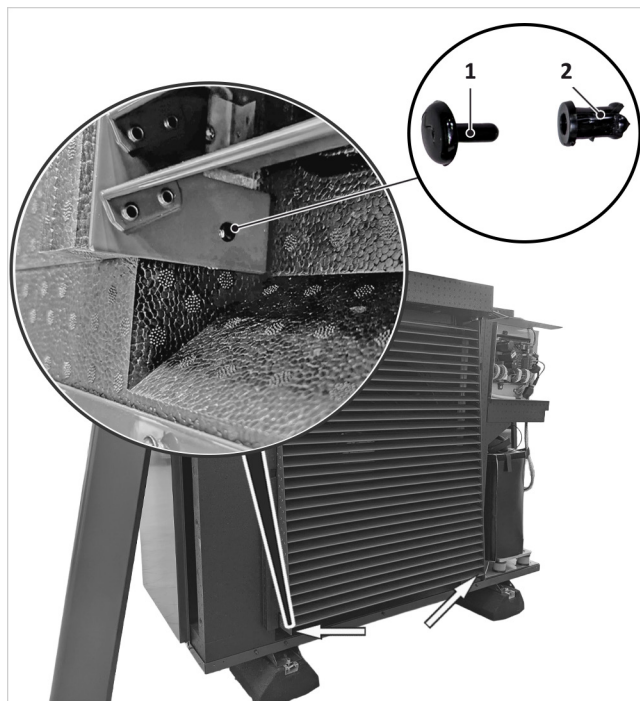

Abb. 30: Spreizniet unten am Ausblasgitter entfernen
2. Um das Ausblasgitter entfernen zu können, zunächst die Spreizniete am unteren Gitterrand entfernen. Beide Komponenten der Spreizniete entfernen (siehe → Abb. 30 (1) und (2)), ansonsten kann das Ausblasgitter nicht bewegt werden.